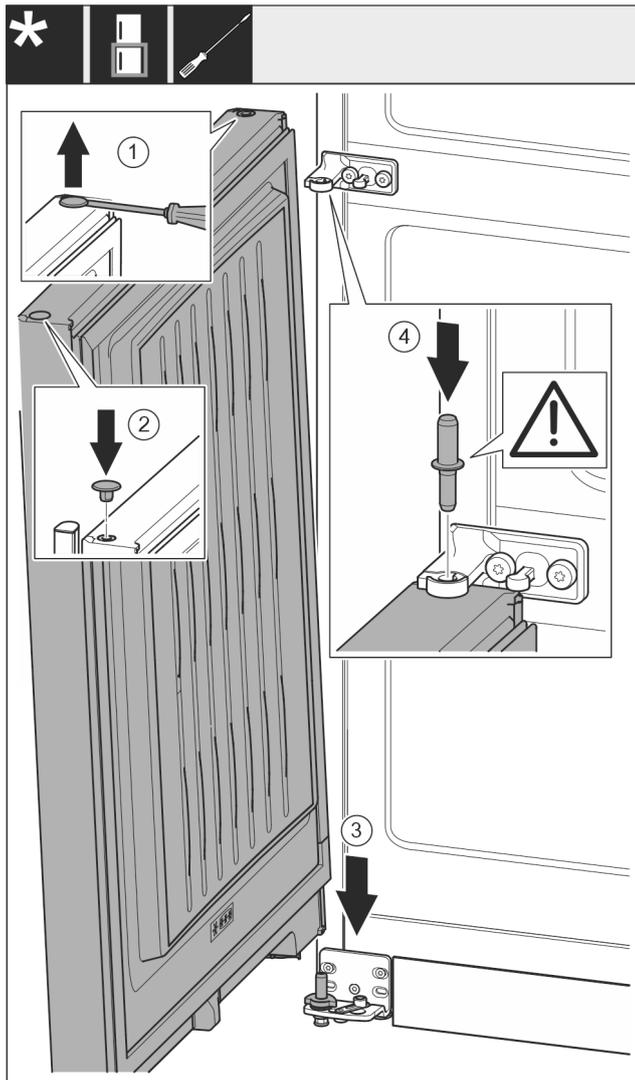

Fig. 18
- ▶ Stopfen vorsichtig mit einem Schlitzschraubendreher anheben und herausziehen. Fig. 18 (1)
- ▶ Stopfen auf der anderen Türseite wieder einsetzen. Fig. 18 (2)
- ▶ Tür von oben auf den unteren Lagerbolzen aufsetzen. Fig. 18 (3)
- ▶ Lagerbolzen Mitte durch Lagerbock Mitte in die untere Tür einsetzen. Dabei darauf achten, dass der Rastnocken nach hinten zeigt. Fig. 18 (4)